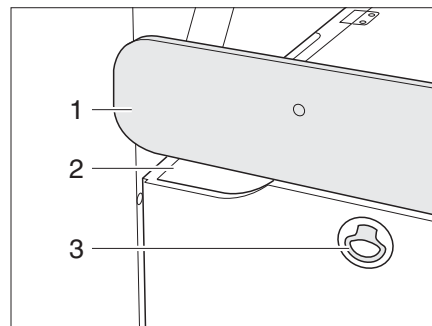

Bild 31 Sitzbank
▷ Nicht an der Blende (Bild 31,1) ziehen.
- Am Griff (Bild 31,2) unter der Blende die Verlängerung ausziehen.
- Durch Ziehen an der Verriegelung (Bild 31,3) die Stauraumklappe öffnen.